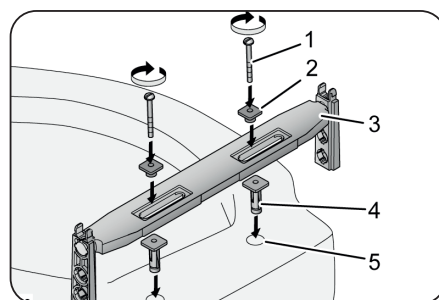

Fig. 6
1. Inserire la parte inferiore (4, Fig. 6) di ciascuno dei due tasselli nei fori (5, Fig. 6) del vaso del WC.
2. Posizionare il ponte di sostegno (3, Fig. 6) sul bordo posteriore del vaso, in modo che i tasselli si trovino nella guida sul lato inferiore del ponte di sostegno.
4. Spingere la parte superiore (2, Fig. 6) di ciascuno dei due tasselli sulla parte inferiore dei tasselli. La parte superiore deve trovarsi nella guida del ponte di sostegno.
5. Inserire le viti (1, Fig. 6) nei tasselli e ruotarle in senso orario. In questo modo i tasselli sono distanziati. Serrare le viti con una coppia di serraggio di 3 Nm.